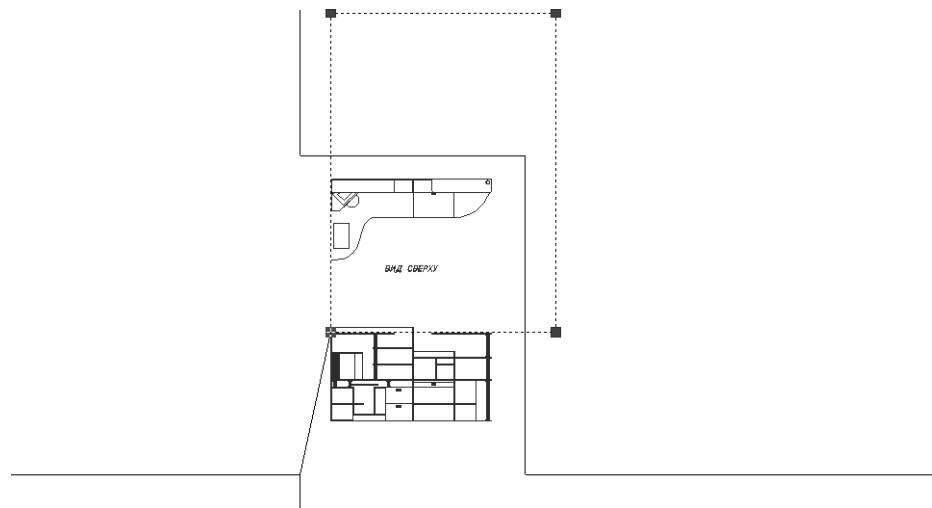

Рис. 10.19 ▼ Перемещение границы формата с использованием маркеров выделения
7. Переместите прямоугольник влево и вниз так, чтобы он занял положение, показанное на рис. 10.19. Добившись нужного расположения, щелкните левой кнопкой мыши и нажмите **Esc** для отмены отображения маркеров выделения.